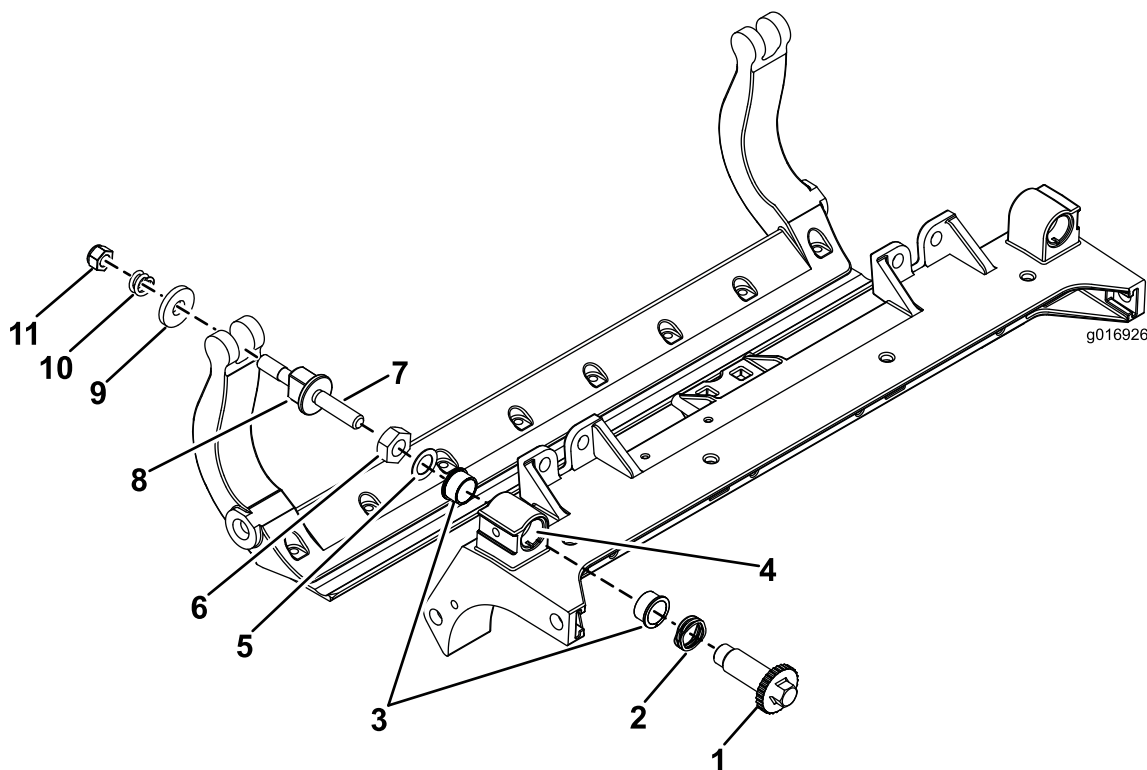

図 43
1. 全部のパーツを取り外すHD DPA キットの 取り付け要領書および図 43を参照。
2. カuttingユニットのセンターフレームのブッシュ挿入場所に固着防止剤を塗布する図 43。
3. フランジブッシュのキーとフレームのキー溝を揃えて、ブッシュを挿入する図 43。
4. アジャスタシャフトにウェーブワッシャを通し、アジャスタシャフトをCuttingユニットのフレームのフランジブッシュに通す図 43。
5. 平ワッシャとロックナットでアジャスタシャフトを固定する図 43。